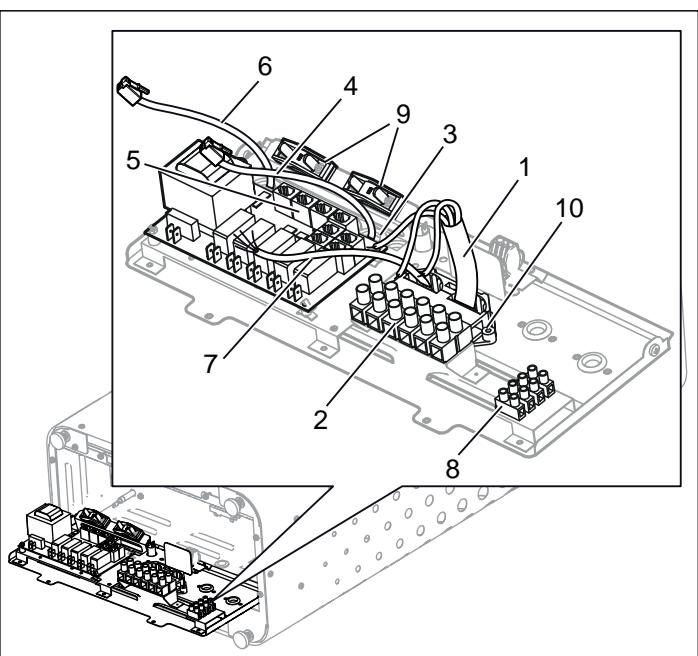
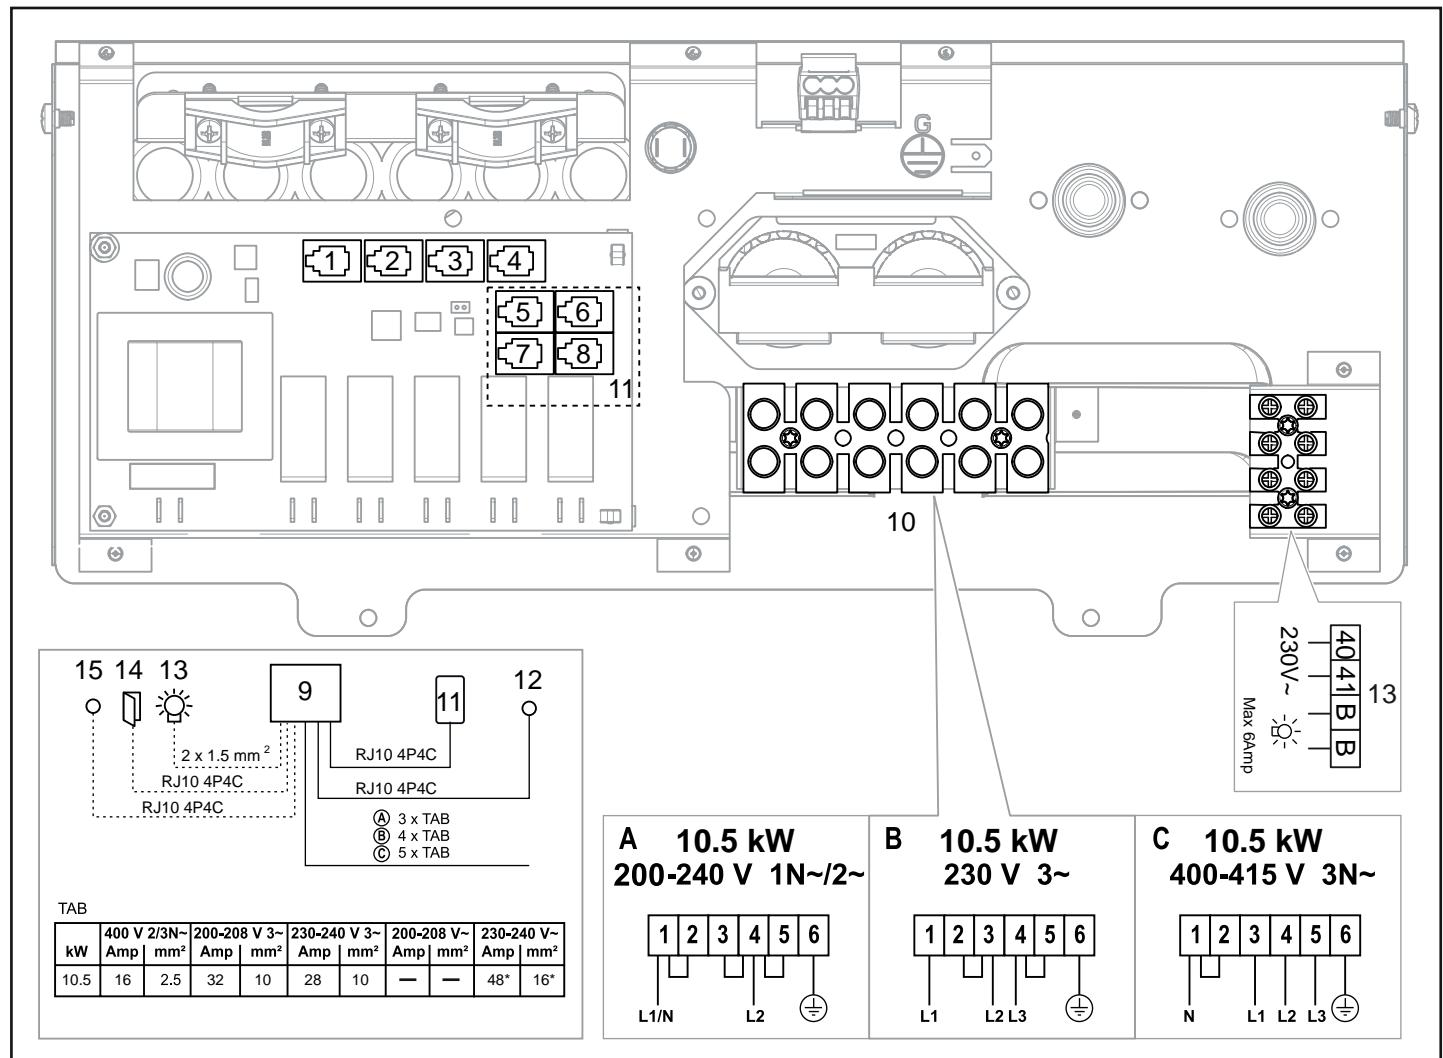

Fig 8: Kretskortet
Fig 11: Kopplingsschema
3. Anslut elkabeln (1) i plint (2) (se Fig 8) enligt kopplingsschema (se Avsnittet Anslutning/kopplingsschema, sidan 5).
4. Dra kablar för manöverpanel och temperatursensor genom kabelgenomföringarna (3). Anslut manöverpanelens kabel (4) i en av de fyra RS485-kontakterna (position 5-8) (5) (se Fig 8) enligt kopplingsschema (se Avsnittet Anslutning/kopplingsschema, sidan 5).
5. Anslut sensorns kabel (6) till NTC-kontakten på kretskortet (position 1) (5) (se Avsnittet Anslutning/kopplingsschema, sidan 5) enligt kopplingsschema (se Avsnittet Anslutning/kopplingsschema, sidan 5).
6. Anslut eventuell kabel till belysning (7) se Fig 8, sidan 3 till plint (8) enligt kopplingsschema Fig 11, sidan 5.
Vid inkoppling till spänningar eller fas-tal, som inte anges i kopplingsschema Fig 11, sidan 5, kontakta Tylö kundservice.